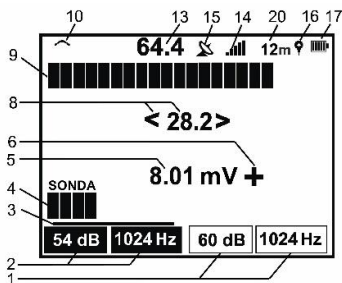

Abb. 21. Anzeige im Modus "Track-SENSOR"
- **TRACE-SENSOR** - zur Lokalisierung der Beschädigung der Versorgungsisolierung und zur Erkennung der Tiefe des beschädigten Bereichs; zur Erkennung der kurzgeschlossenen Bereiche oder des Drahtbruchs und zur Auswahl der Leiter in den mehradrigen Kabeln. Die Anzeige dieses Modus ist in **Abb. 21** dargestellt.